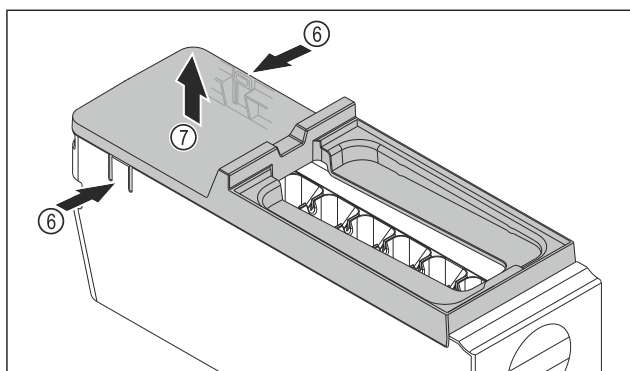

Fig. 122
- Vyjmutí krytu korpusu EasyTwist-Ice: Lamely Fig. 122 (6) na obou stranách korpusu EasyTwist-Ice stlačte jednou rukou.
- Kryt Fig. 122 (7) vyjměte druhou rukou nahoru.